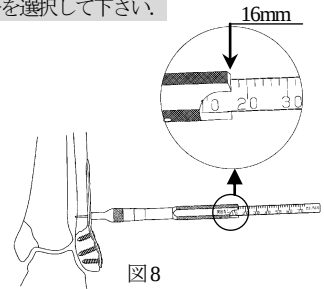

図8
- 3.5コーティカル用デプスゲージの先端フックを反対側皮質に引っ掛け、スケールを読み取ります。（図8）